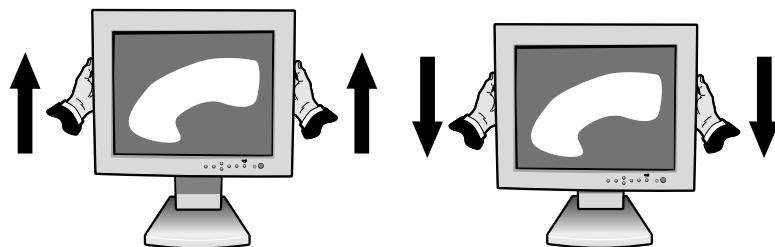

Figure RL.1
Il est possible de lever ou de baisser le moniteur en mode Portrait ou Paysage. Pour lever ou baissez l'écran, placez les mains de chaque côté du moniteur et soulevez ou abaissez à la taille désirée (**Figure RL.1**).
Avant de le tourner l'écran, celui-ci doit être soulevé à sa hauteur maximale afin d'éviter qu'il ne heurte la table ou que vous ne vous coincez les doigts. Pour lever l'écran, placez les mains de chaque côté du moniteur et soulevez jusqu'à la position la plus élevée (**Figure RL.1**).
2. Placez les mains de chaque côté de moniteur et soulevez jusqu'à la position la plus élevée (Figure RL.1).